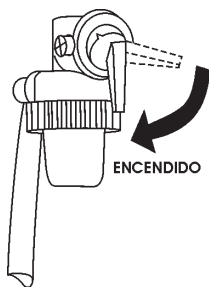

Figura 9. Palanca de la válvula de combustible del motor (Posición ON ENCENDIDO)
1. Coloque la **palanca de la válvula de combustible del motor** (Figura 9) a la posición "ON" "ENCENDIDO".